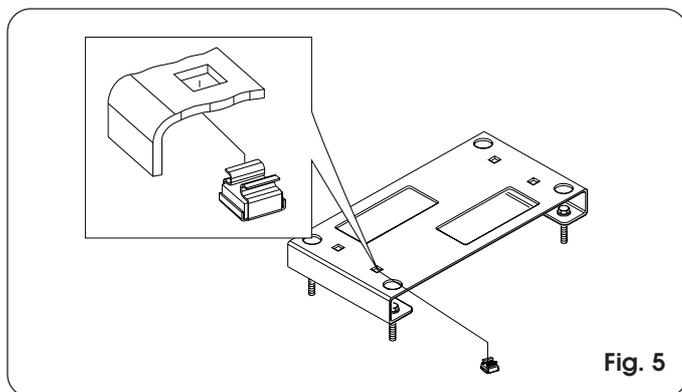

Fig. 5
- Introduire dans les 4 trous carrés de la plaque les 4 écrous en cage fournis, d'après la Fig. 5.